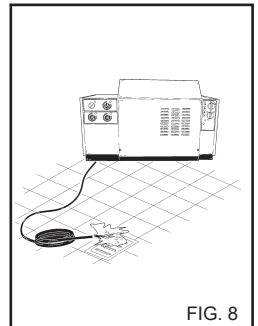

FIG. 8
**Para eliminar las eventuales impuridades o burbujas de aire del circuito hidráulico, efectuar una primera puesta en marcha sin lanza, dejando que salga el agua durante algunos segundos. Eventuales impuridades podrían atascar la boquilla e impedir el funcionamiento (fig. 8).**